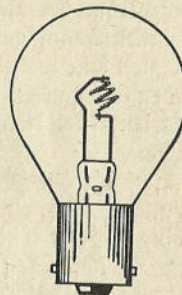

Abb. 13
2. Sucherlampe 6 Volt, 25 Watt (Abb. 13). Trafo entweder aus altem Radiotrafo umgebaut oder neu gekauft für etwa 6 RM. Verbrauch in der Stunde etwa $1\frac{1}{2}$ Pfennig.